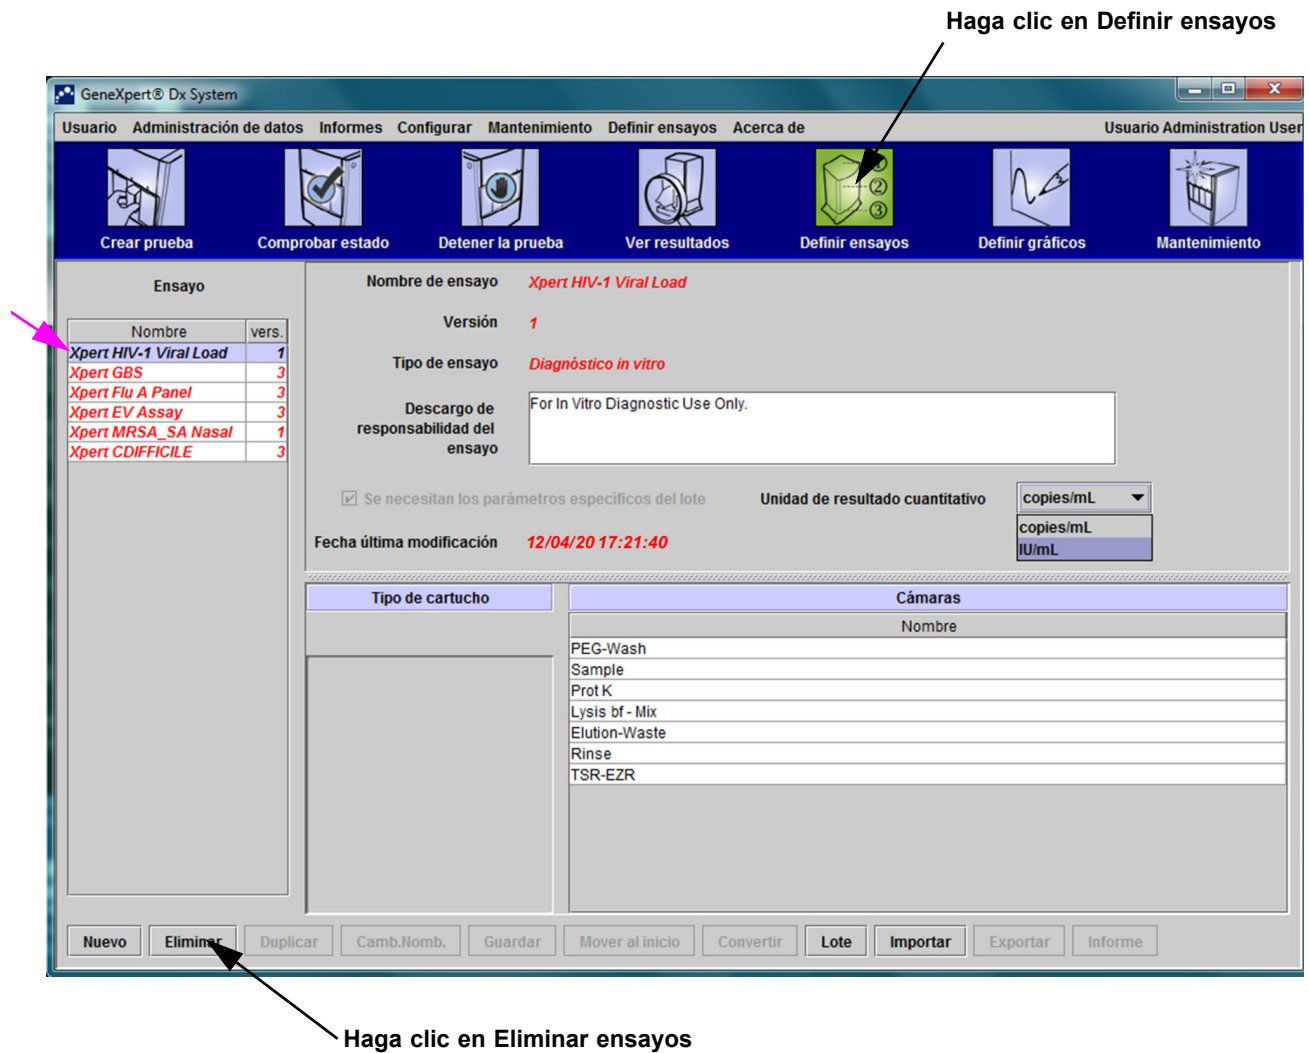

Figura 2-93. Ventana GeneXpert Dx System - Definir ensayos (vista administrador de usuario)
1. En la ventana GeneXpert Dx System, haga clic en **Definir ensayos** en la barra de menús. Aparece la ventana Definir ensayos. La figura 2-93 muestra la ventana
Después de importar un ensayo cuantitativo, es posible cambiar la Unidad de resultado cuantitativo. Consulte la figura 2-93.
1. Para eliminar un archivo de definición de ensayo, en la ventana Definir ensayos (consulte la figura 2-93), seleccione el nombre del ensayo en la lista Ensayo en la parte izquierda de la ventana, y, a continuación, haga clic en **Eliminar**. Aparece un mensaje de confirmación.